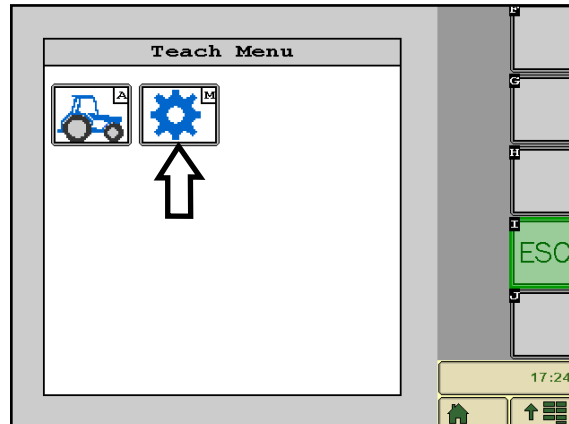

рис. 12: Вызвать меню "Программирование базовых настроек в режиме обучения"
Щелкните в обучающем меню по символу зубчатого колеса (M), чтобы вызвать базовые настройки (см. рис. 12).